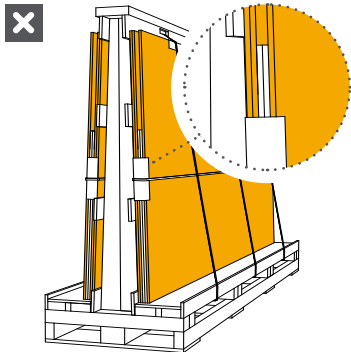

Abb. 2
- Falls die Platten Ausschnitte aufweisen, empfehlen wir, sie mit ihrer gesamten Fläche auf dem Transportgestell aufzustellen und zu vermeiden, dass Teile herausstehen (Abb. 2).